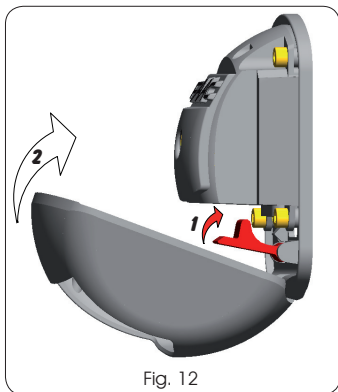

Fig. 12
16. Chiudere il dispositivo XK 21 sollevando prima la Leva di Blocco rossa e poi la Leva di Sblocco a chiusura del dispositivo come indicato in Fig.12.
- Close the XK 21 device, first lifting the red Locking Lever, and then the Release Lever to close the device as shown in Fig. 12.